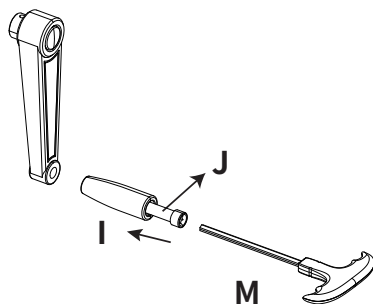

図1
1. JをIの中に挿入し、図1に示すように、ハンドルの外側からMで締めて固定します。